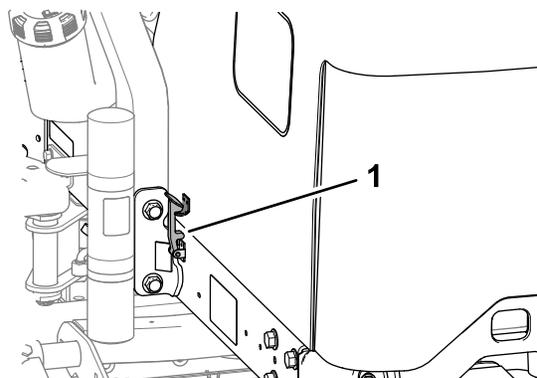

Рисунок 57
2. Поднимите капот вверх и откиньте назад (Рисунок 57).